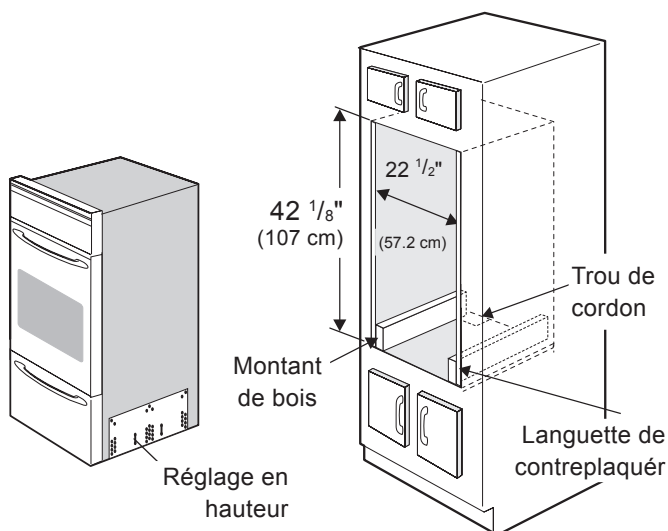

Figure 4
- Si la hauteur d'ouverture mesure 107 cm (42⅞ po), réduire le réglage en hauteur de 2,540 cm (1 po) (voir section 4) et fixer des montants de bois de 2 x 4 x 22 de chaque côté au bas de l'ouverture (voir figure 4).